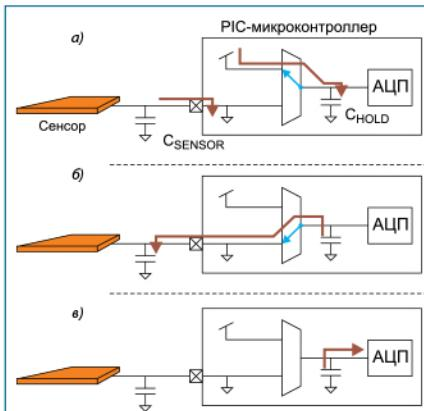
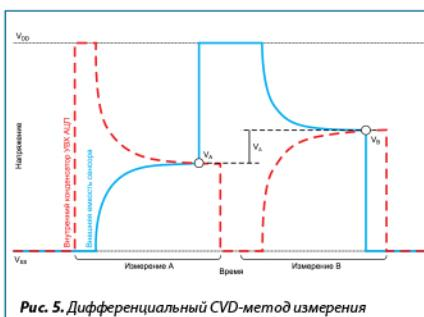

Рис. 4. Этапы измерения емкости методом CVD:
Рис. 5. Дифференциальный CVD-метод измерения
- Предварительный заряд (рис. 4а). Обе емкости заряжаются до фиксированных разнополярных значений напряжений (C_{HOLD} до V_{DD} , C_{SENSOR} до V_{SS} — вывод МК настроен как выход с уровнем «лог. 0»).
- Выравнивание зарядов (рис. 4б). АЦП подключается к входу с сенсором, то есть емкость УВХ подключается параллельно с емкостью сенсора. Вывод микроконтроллера с сенсором настраивается как вход.
- Измерение результирующего напряжения (рис. 4в). При дифференциальном CVD-методе производятся два последовательных измерения: в первом измерении (А) C_{HOLD} изначально заряжен, а C_{SENSOR} разряжен, а во втором измерении (В) наоборот — C_{HOLD} изначально разряжен, а C_{SENSOR} заряжен (рис. 5).